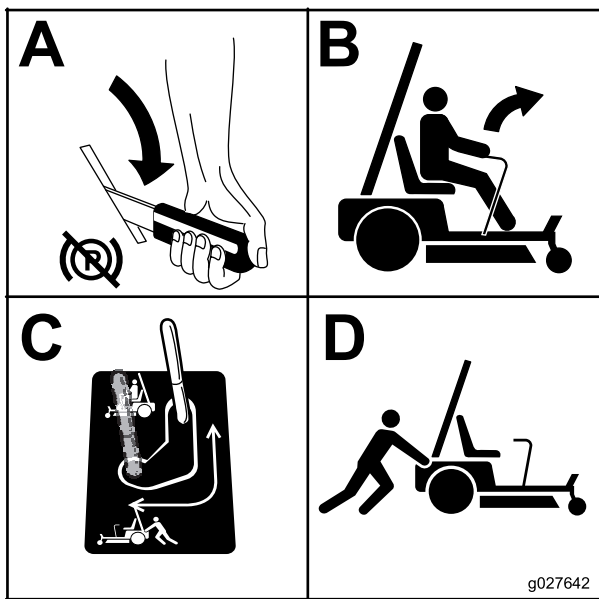

Figure 27
- Répétez cette procédure de chaque côté de la machine (Figure 27).
- Placez la dérivation à la position voulue pour utiliser la machine (Figure 27) et engager les moteurs des roues.